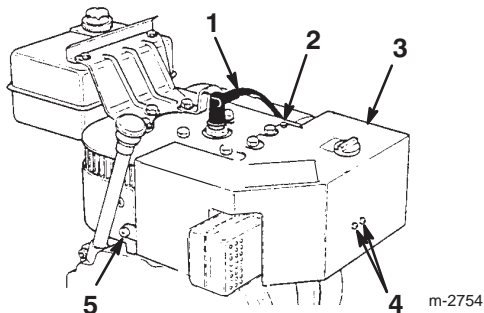

Figure 16
Avant d'utiliser la déneigeuse par une température extérieure supérieure ou égale à 4°C, déposez la boîte de chauffage (Fig. 16).
1. Débranchez la bougie et éloignez le capuchon pour éviter tout risque de contact accidentel (Fig. 16).
4. Enlevez les fixations de la boîte de chauffage (Fig. 16).